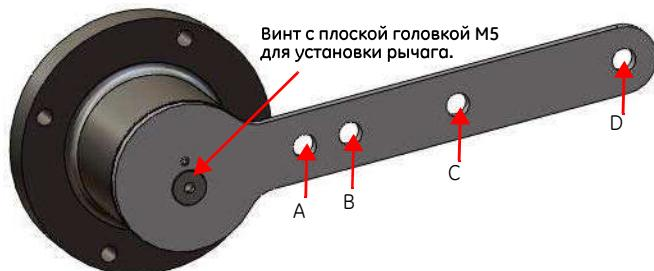

Рис. 13. Держатель магнита и стандартный рычаг для поршневых клапанов
В этом разделе указана процедура установки SVi1000 на поршневые клапаны на примере многопружинных приводов Masoneilan типа 87/88. На Рис. 13 на стр. 29 показан стандартный рычаг для установок любого размера. Сведения о дополнительном узле IM указаны в «Узел встроенного магнита» на стр. 32.
2. Убедитесь, что рычаг закреплен на узле магнита и надежно удерживается винтом M5 с плоской головкой; магнитная ось должна располагаться вертикально, когда рычаг находится в положении, соответствующем закрытому клапану. Плотно затяните винт рычага (Рис. 13).